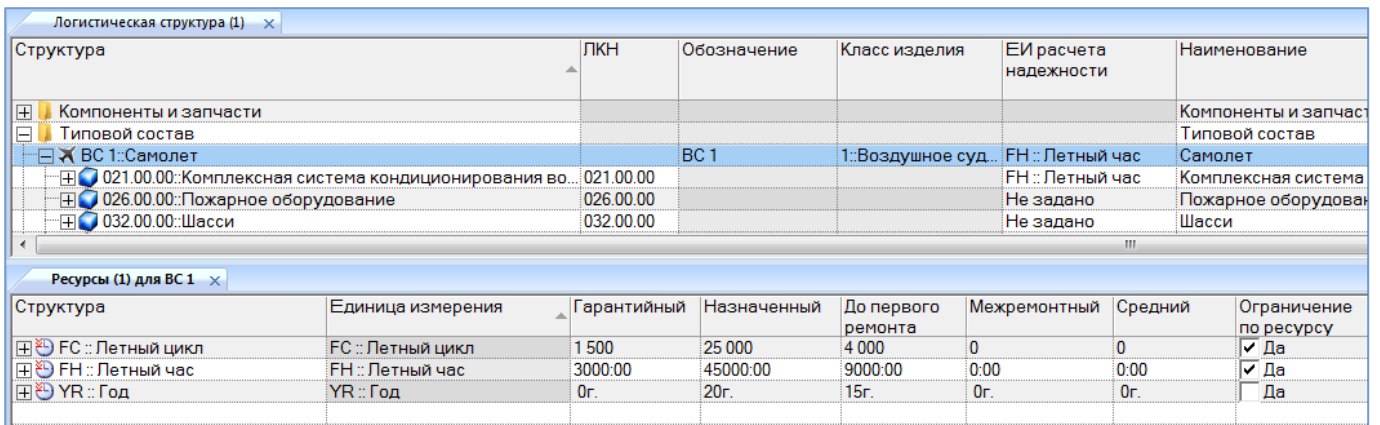

Рис. 10-98 – Окно связанных объектов «Ресурсы» для компонента
- 2) Выбрать компонент в структуре и нажать кнопку «Ресурсы» панели «Связанные объекты» (рис. 10-98).
2) Выбрать компонент в структуре и нажать кнопку «Ресурсы» панели «Связанные объекты» (рис. 10-98). В результате будет открыто окно связанных объектов «Ресурсы» для выбранного компонента.